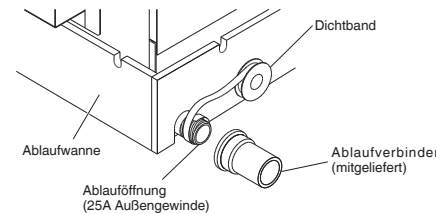

Abb. 3-79
- Wenn ein Ablaufverbinder (mitgeliefert) an der mit Gewinde versehenen Ablauföffnung angeschlossen wird, zunächst das Gewinde der Ablauföffnung mit Dichtband umwickeln und dann den Verbinder anschließen. (Abb. 3-79)